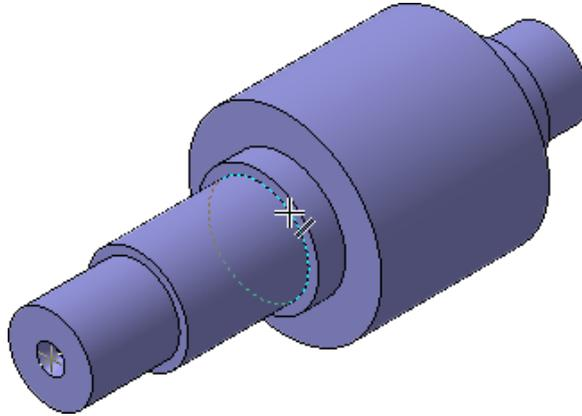

Рисунок 18.
- В окне модели укажите ребро в месте построения канавки (рис.18).